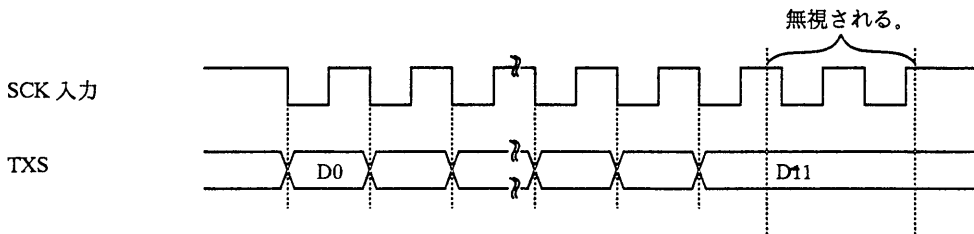

図 10-7 必要以上に入力される外部シリアルクロックの例 (送信時)
(1)外部シリアルクロック選択時に必要パルス数を越えて、入力されるシリアルクロックは無視されます(図10-7)。